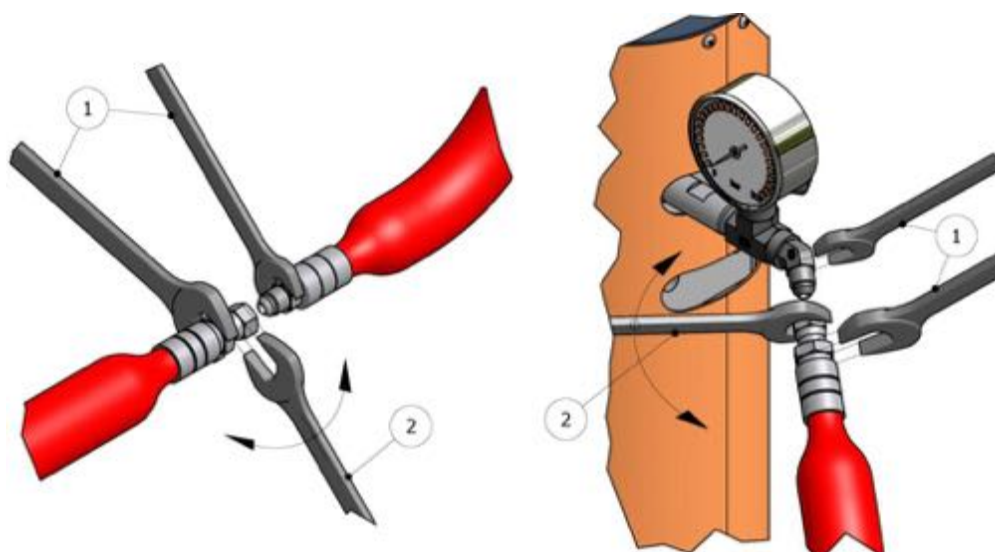

Figura 3. Método de unión de las Mangueras
¡ADVERTENCIA! Para unir las mangueras entre sí, a los calentadores o a la pistola, utilice dos llaves para sujetar las partes a unir (1) y con una tercera llave apriete o afloje (según proceda) la tuerca de unión (2) tal como muestran las ilustraciones de la Figura 3. El par de apriete para dichas uniones debe ser de 20 Nm.